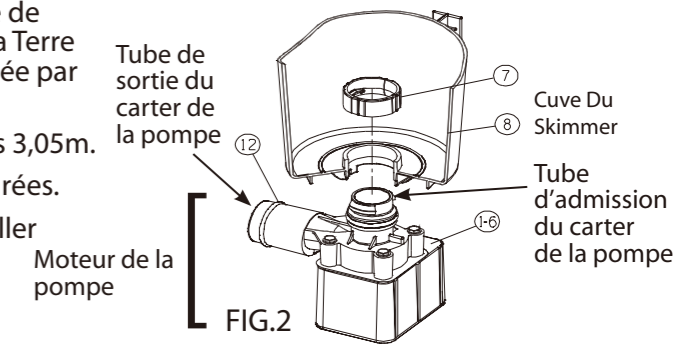
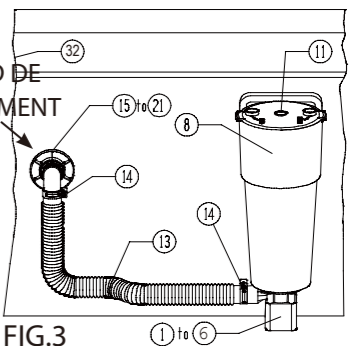

FIG.2
FIG.3
A. D'abord, repérez le bloc filtre, retirez le couvercle à vis (11), le panier (10) et le filtre à cartouche (9) du bloc filtre. Repérez la platine de fixation du filtre situé sur la paroi de la piscine (32). Placez un joint (22) par-dessus les quatre ergots d'alignement sur le boîtier du skimmer (8) puis placez le bloc filtre contre la paroi extérieure de la piscine en insérant les quatre ergots dans les quatre grands trous percés dans la paroi. Ensuite, en tenant le skimmer bien contre la paroi, placez le joint intérieur (22) par-dessus les ergots à l'intérieur de la paroi. Placez la plaque de contact (23) par-dessus les ergots également. **REMARQUE** : une deuxième plaque est incluse pour des raisons de commodité. Placez les vis hexagonales (24) dans les trous et vissez-les un tour et demi. Ensuite, serrez les quatre vis, tour à tour et de façon équilibrée, en faisant le tour de la plaque, afin d'obtenir un joint étanche. Avertissement ! Ne pas forcer le serrage. Il suffit d'e créer un joint étanche.
B. Lubrifiez le joint torique de la pompe avec de la vaseline (non fournie). Tenez fermement la cuve du skimmer (8) et insérez l'ensemble de la pompe (1-6) de telle façon que la sortie du boîtier de volute s'étende du côté de la cuve comme indiqué en Fig. 2. Insérez la pompe à fond, tout en faisant passer les deux rainures du boîtier du volute à travers les deux fentes dans le fond de la cuve. A l'intérieur de la cuve, installez l'écrou de retenue de la pompe (7) au-dessus de l'entrée du boîtier du volute comme indiqué en Fig. 2. Vissez l'écrou (7) dans le sens des aiguilles d'une montre jusqu'à un serrage ferme.
C. Repérez l'ensemble des pièces raccord de paroi de la piscine (15-21). À l'aide de vaseline, lubrifiez le joint d'étanchéité noir (16) et installez-le sur le filet de la traversée de paroi (15). De l'intérieur de la piscine, insérez la traversée de paroi avec son joint à travers le trou dans la paroi. Installez la rondelle de butée (17) sur la traversée de paroi et vissez l'écrou (18) sur la traversée de paroi sans trop serrer. Ne pas visser trop fort l'écrou (18) sur la traversée de paroi ou faire des faux plis autour de la rondelle de butée (17) ou autour du joint d'étanchéité (16). Ensuite appliquez de la vaseline sur le filet du coude 90° (19) et vissez le coude dans la traversée de paroi. Installez la buse de refoulement (20) et la bague de serrage (21) dans la traversée de paroi.
D. Sortez le tuyau de retour (13) et retirez les deux colliers de serrage (14) du sac à quincaillerie. Désserrez les colliers de serrage et glissez-les sur extrémités du tuyau. Il est recommandé de lubrifier les joints toriques (12) sur le boîtier du volute et sur le coude (19) avant de monter le tuyau (13). Installez le tuyau sur le boîtier du volute de la pompe et sur le coude (19). Serrez les deux colliers (14). Voir Fig. 3.